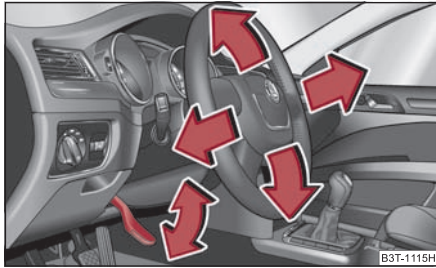

Fig. 132 Volant réglable:
- Tirez la manette sous la colonne de direction ⇒ fig. 132 vers le bas ⇒ .